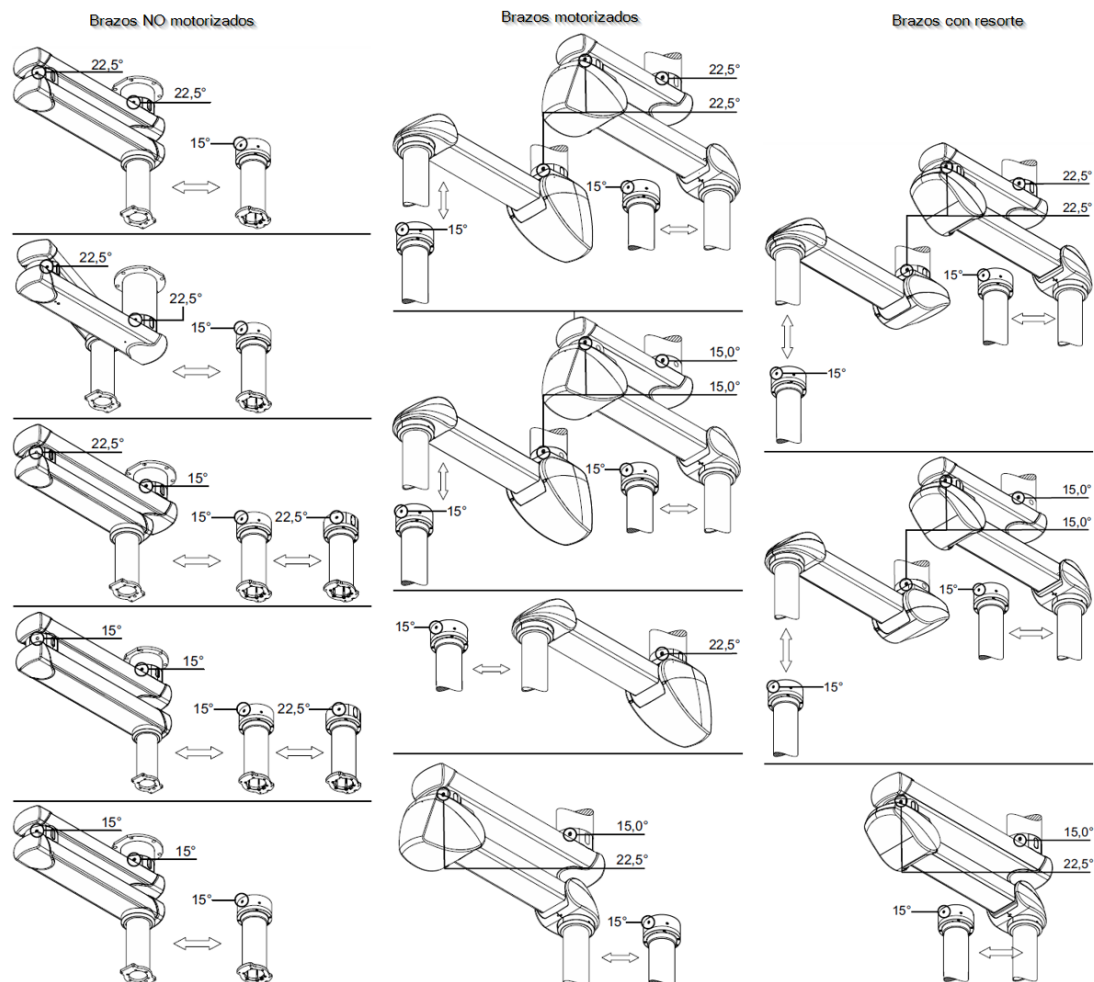

Fig.61 Ajuste de los topes giratorios
- Afloje el tornillo prisionero M4 ⑦ – DIN 914 utilizando la llave Allen.
- Coloque la llave inglesa en el perno hexagonal ⑤.
- El tornillo indicador ⑥ apunta hacia abajo (no afloje este tornillo).
- Para bajar la bandeja del ejemplo de la figura 61 gire el perno hexagonal ⑤ de modo que el tornillo indicador ⑥ apunte hacia adelante (hacia usted). Véase Fig. 61 Vista de detalle, parte inferior derecha.
- Para levantar la bandeja del ejemplo de la figura 61 gire el perno hexagonal ⑤ de modo que el tornillo indicador ⑥ apunte hacia atrás (alejándose de usted). Véase Fig. 61 Vista de detalle, parte inferior derecha.
- Apriete el tornillo prisionero M4 ⑦ – DIN 914.